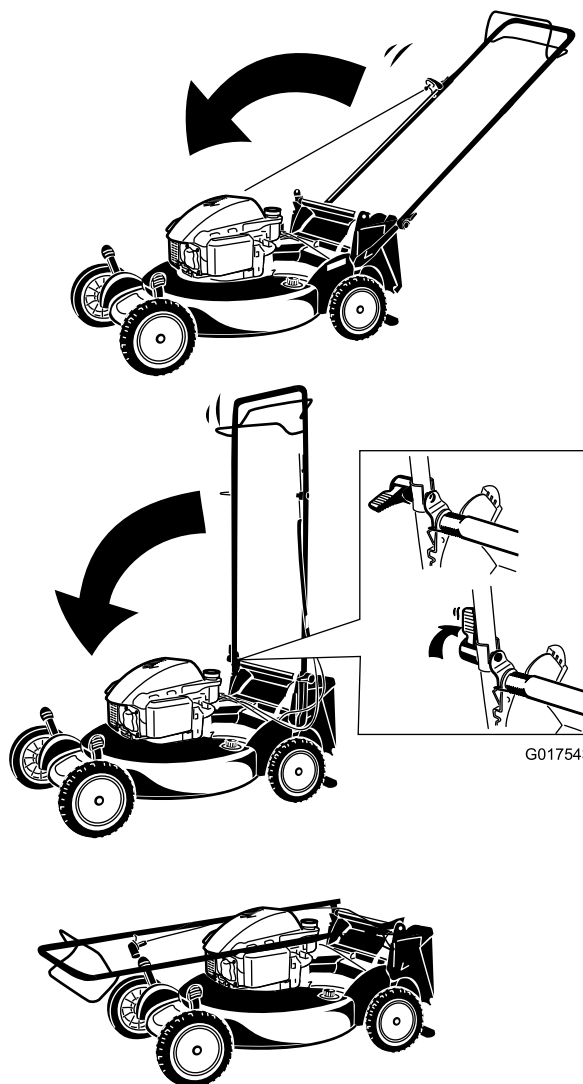

Figure 31
1. Pliez la partie supérieure du guidon en avant (Figure 31).